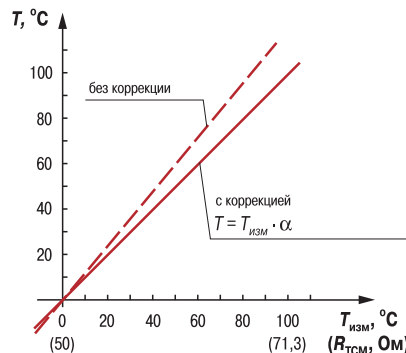

Рис. 6
3.2.5.3. Для компенсации погрешностей датчиков при отклонении значения  $W_{100}$  от номинального каждое измеренное значение параметра  $T_{изм}$  умножается на заданный пользователем поправочный коэффициент  $\alpha$  («наклон характеристики датчика»). Коэффициент задается в пределах от 0,5 до 2,0. На рис. 6 приведен пример изменения наклона характеристики для датчика TCM50M  $W_{100} = 1,426$ .